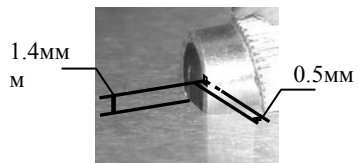

рис.3
2. При контроле малогабаритных изделий следует иметь в виду, что центр чувствительного элемента Холла расположен, как показано на рис.3.